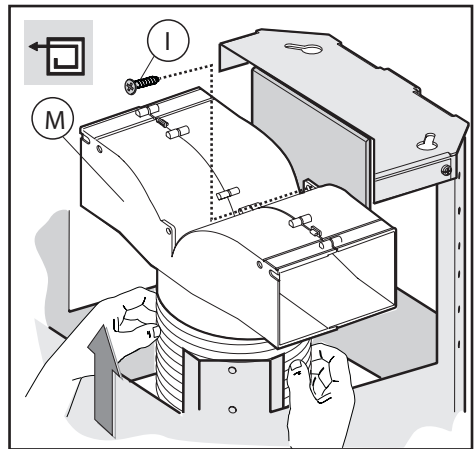
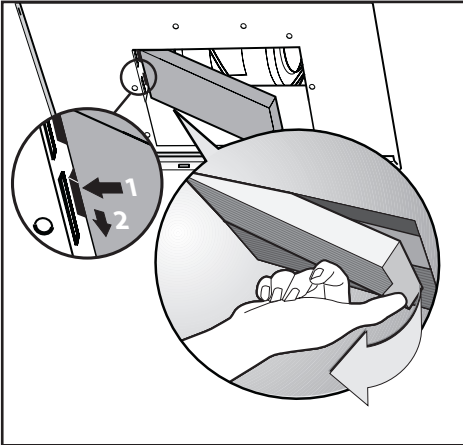
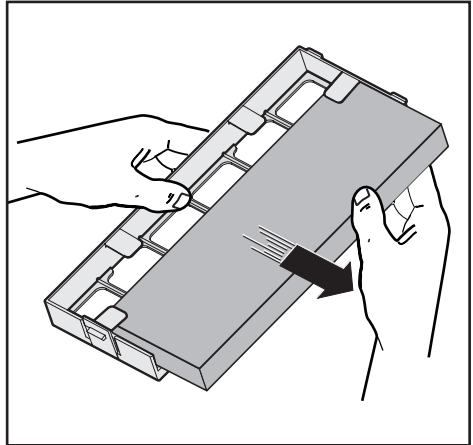

Fig.8
Fig.16
Fig.17
• **Umluftversion:** Den Abluftschlauch an der Umluftweiche **M** anschließen und die Schraube **I**, wie in **Abb.8** gezeigt, befestigen. Die Kohlefilter müssen wie in **Abb.16** gezeigt in der Dunstabzugshaube angebracht werden. Es existieren zwei verschiedene Aktivkohlefilterarten: regenerierbare (waschbare) Longlife-Aktivkohlefilter (**Abb.17**) und nicht regenerierbare Standard-Aktivkohlefilter (**Abb.16**).